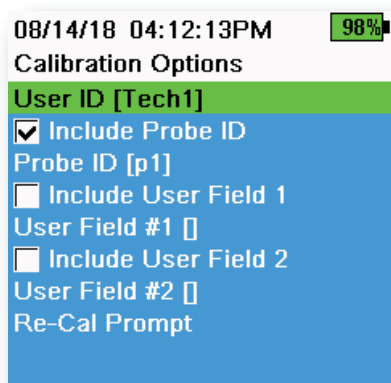

Figura 12 Opções de Calibração
- De outra identificação específica do utilizador (Campo do Utilizador nº 1 e nº 2) (Figura 12)